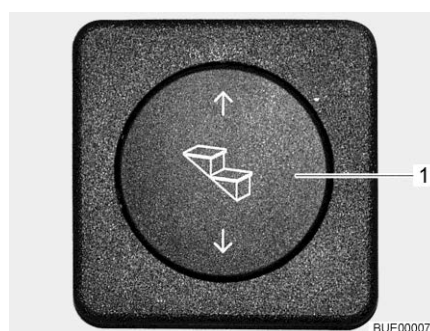

Fig. 10 Tasto di comando dello scalino di ingresso
- Premere in basso il pulsante basculante (Fig. 10,1) e tenerlo premuto (almeno 3 secondi), fino a che lo scalino di ingresso è stato completamente estratto.
- Premere in alto il pulsante basculante (Fig. 10,1) fino a che lo scalino di ingresso è completamente inserito.